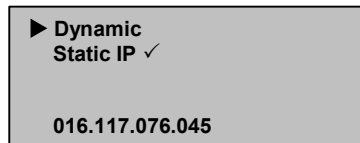

Figure 25 : Définition de l'IP dynamique
7. Sélectionnez Static IP (IP statique) (Voir la Figure 25).